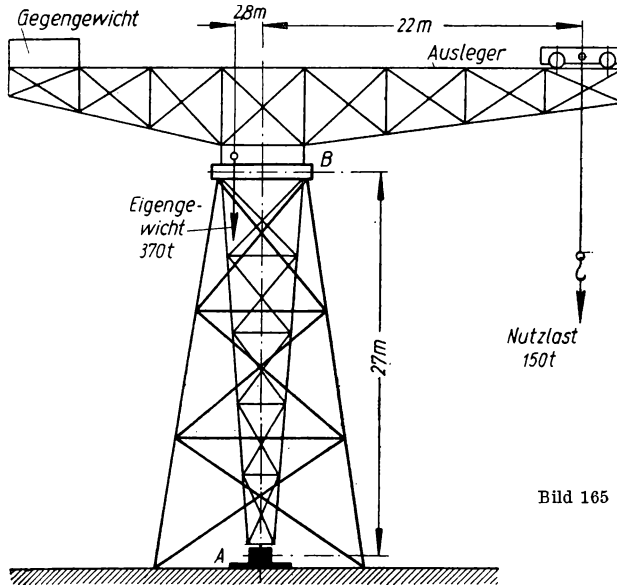

Bild 165
**299.** Ein Hammerkran nach Bild 165 stützt sich mit seiner drehbaren Säule unten auf das Spurlager  $A$  und wird oben durch das Halslager  $B$  in einem feststehenden Fachwerkgerüst geführt, so daß das Lager  $B$  nur waagerechte Kräfte